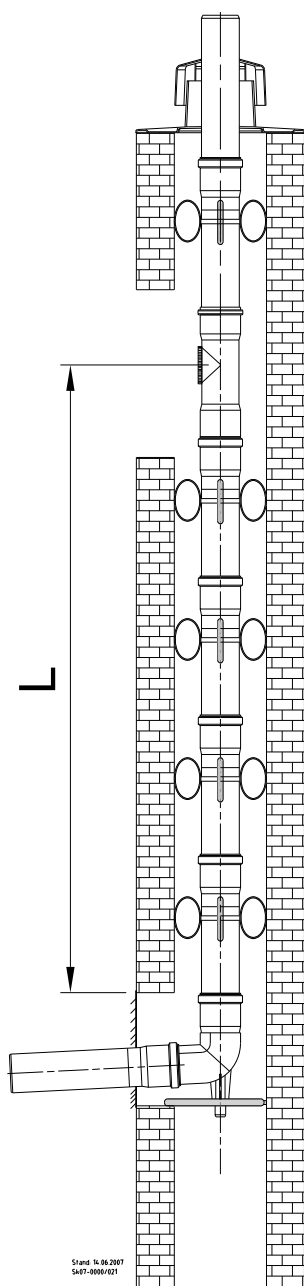

Abb. 56: Kaminsystem, starr, zur Ermittlung von Abstandsmaß L
- ➔ Ermitteln Sie das Maß L (s. Abb. 56) zwischen Stützbogen und Revisionsstück.